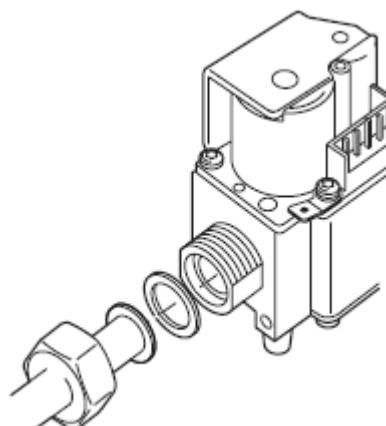

Рис. 4. Наружное резьбовое соединение с гайкой и уплотнительным кольцом
#### ① С помощью гайки 1/2" и плоского уплотнительного кольца для 14-мм трубы (рис. 4)
#### ② С помощью гайки 1/2" и плоского уплотнительного кольца для 15-мм трубы (рис. 4)
⑤ С помощью гайки 3/4" и плоского уплотнительного кольца для 15-мм трубы (рис. 4)
⑥ С помощью гайки 3/4" и плоского уплотнительного кольца для 18-мм трубы (рис. 4)